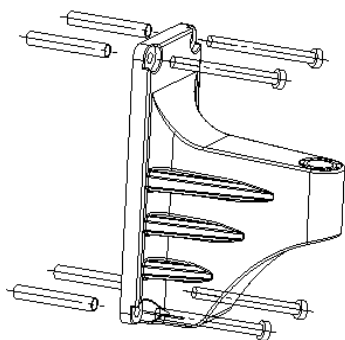

Figura 1
4. Fije el soporte por cuatro tornillos (Figura 1)